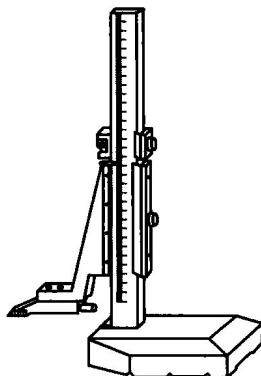

图 1-7 高度游标尺
**高度游标尺：**如图 1-7 所示，高度游标尺是高度尺和划针盘的组合。它既可用于高度测量，又可用其量爪直接划线，它是精密的划线工具，主要用于半成品或光滑表面坯料的划线。划线时量爪应垂直于工件表面，一次性划出线条。不允许用它划粗糙的毛坯件，防止碰坏硬质合金划线刀刃。